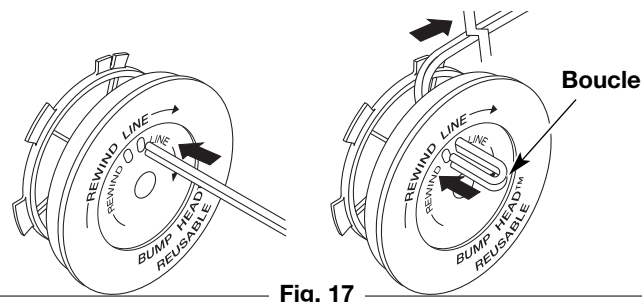

Fig. 17
8. Découpez environ 3 m (6 pi) de fil neuf. Insérez une extrémité de fil dans l'un des deux trous du moulinet intérieur (Fig. 17). Tirez le fil jusqu'à ne laisser que 10 cm (4 po) environ.
9. Insérez l'extrémité du fil dans le trou ouvert du moulinet et tirez sur le fil pour que la boucle soit le plus petit possible (Fig. 17).